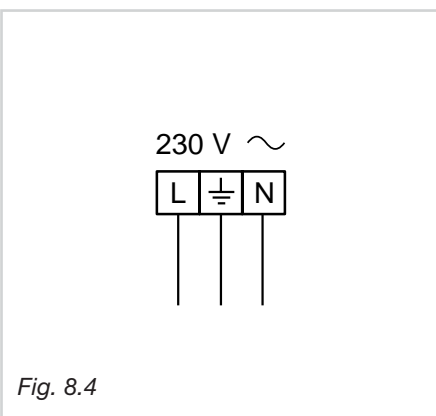

Fig. 8.4
- El cable eléctrico debe estar conectado con la regleta de bornes de acuerdo con el esquema expuesto en la fig. 8.4.